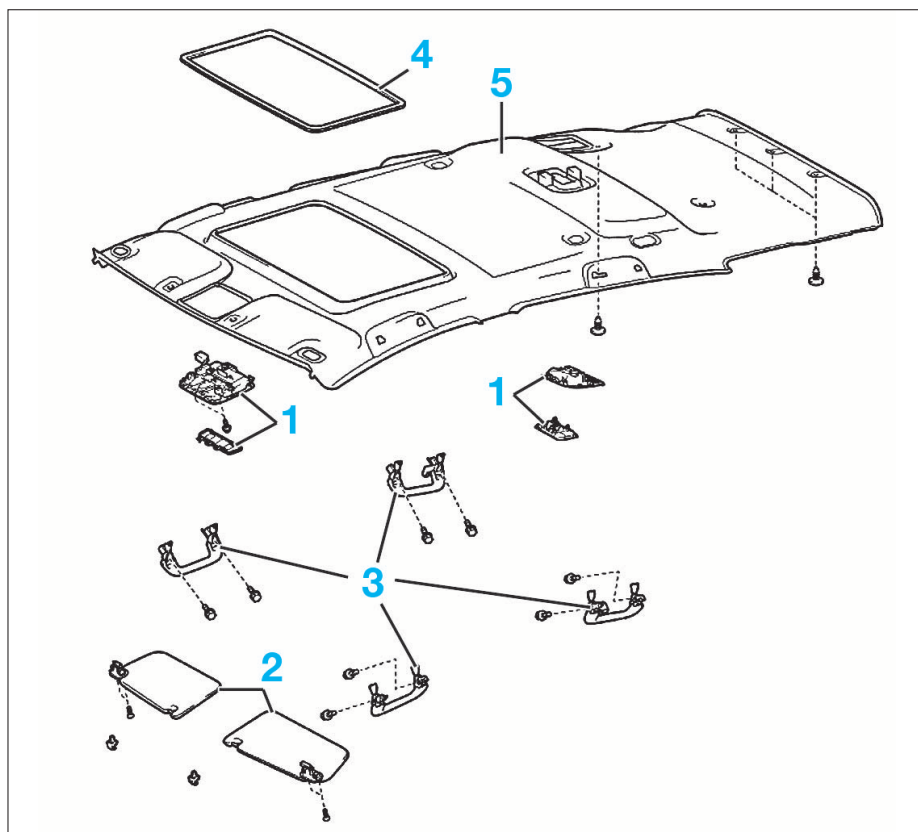

FIG. 55
- l'éclairage intérieur (1) (fig. 55).
- les pare-soleil (2).
- les poignées de maintien (3).
- **Véhicule avec toit ouvrant**, déposer la moulure de garniture (4).
- Déposer la garniture de pavillon (5).